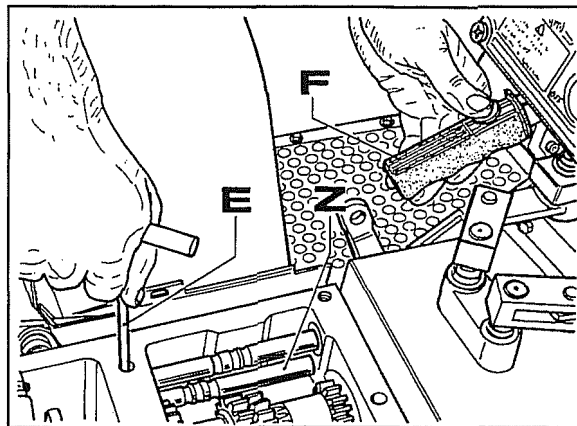

Fig. 12
- Per rimontare la molla **D** e la sfera **C**, occorre precaricare la molla con un attrezzo (**E** fig.12) e contemporaneamente rilasciare la leva P.T.O. **F** fig.12 la quale, per interferenza sposterà indietro l'asta **Z**.